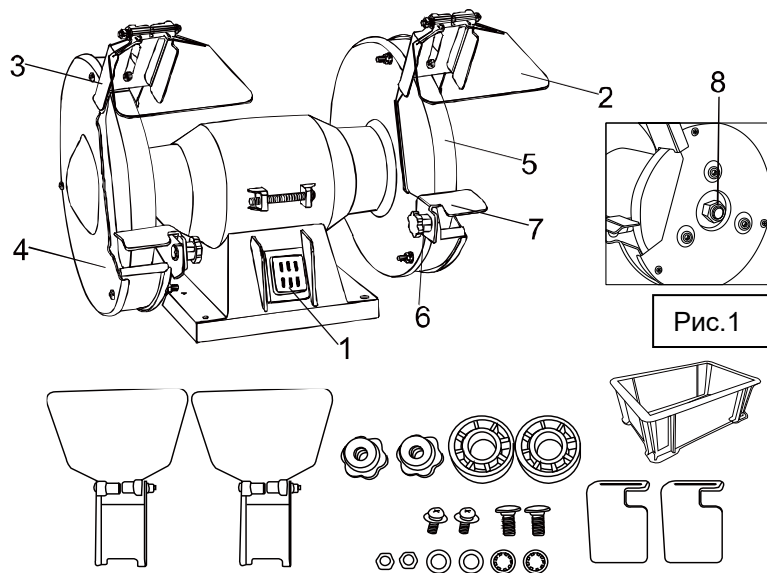

Рис. 1
Специальные опоры (6) (рис. 1) должны быть, как можно ближе расположены к точильному кругу.
Закрепите на кожухах, используя крепёж из комплекта поставки, рабочие упоры (6) (рис. 1) и защитный прозрачный экран (2) (рис. 1), как показано на рис. 2.